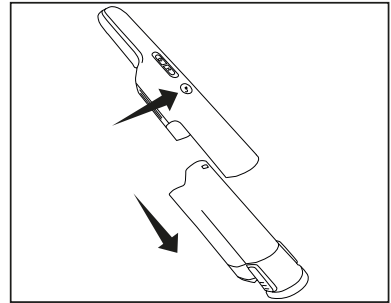

Fig. 1
1. Entfernen Sie den Staubtank (Fig. 1).